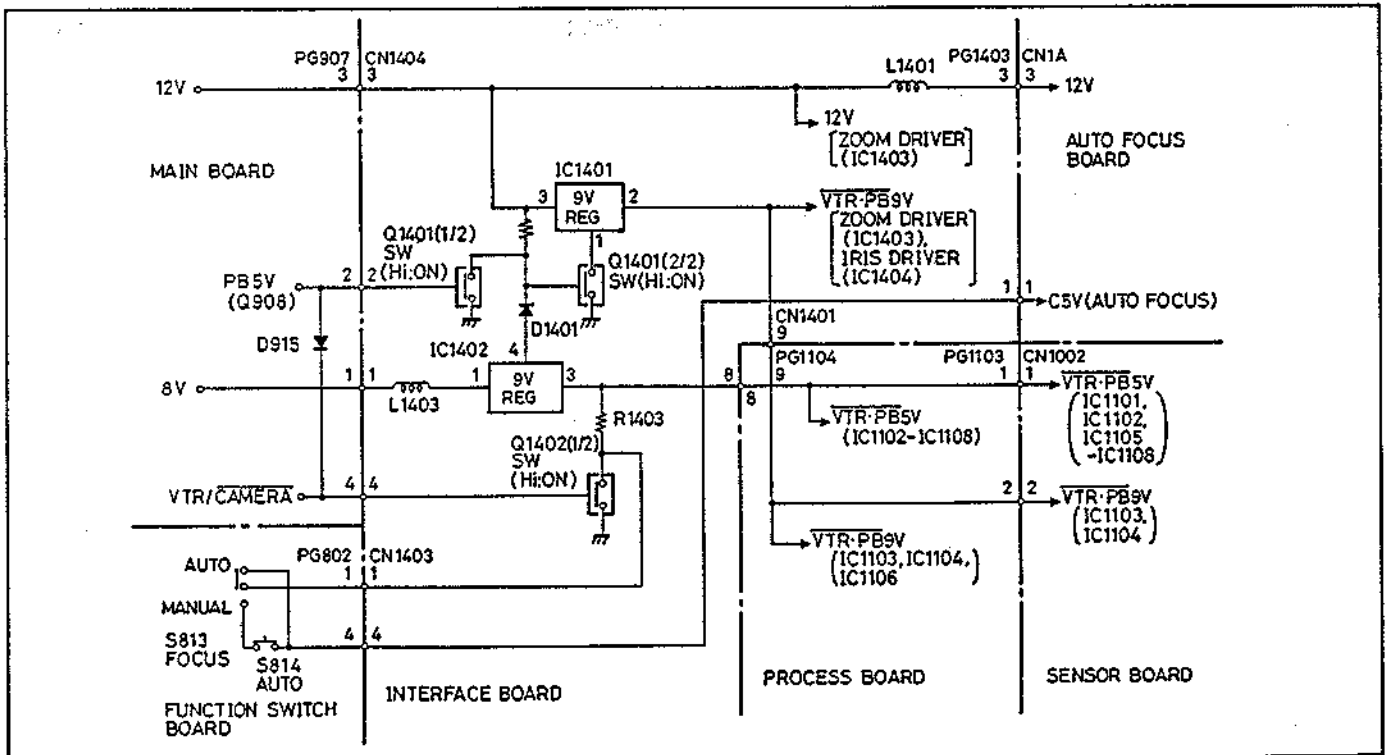

Abb. 2-1 Stromversorgungs-Verteilerkreis
1. Stromversorgung und Schnittstellen-Schaltkreis (Abb. 2-1 bis 2-4)
1-1 Stromversorgung (Abb. 2-1)